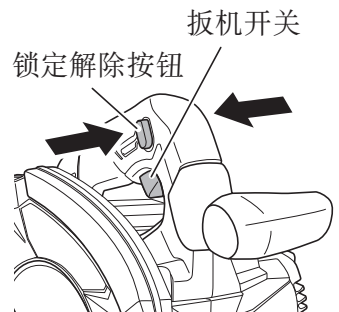

图 24
3. 开关操作（图 24）
可以拉动开关，使剩余电池电量指示灯亮红灯，以查看剩余电量。（图 24）